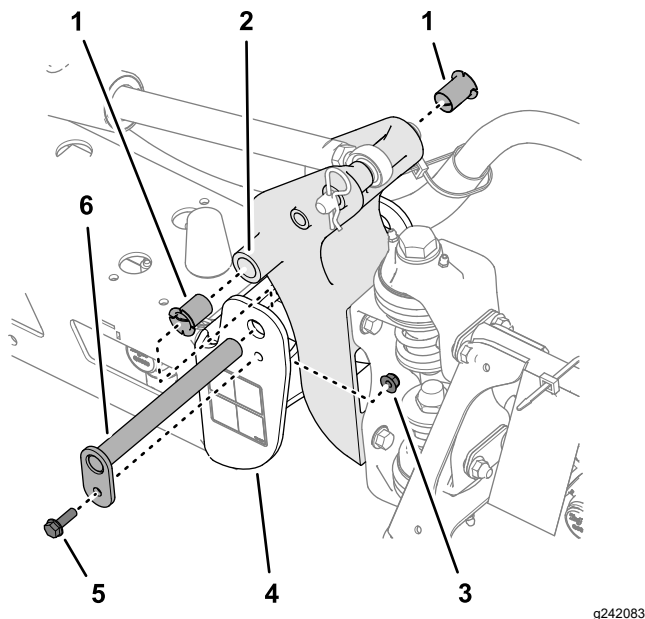

Figure 111
- Retirez le boulon et l'écrou qui fixent l'axe de pivot puis déposez l'axe (Figure 111).
5. Déposez et examinez les bagues en nylon à l'avant et à l'arrière du support de pivot (Figure 111).
- Lubrifiez les bagues en nylon avec un peu d'huile et posez-les dans le support de pivot (Figure 111).
- Alignez les trous du support de pivot et les trous du profilé d'extrémité (Figure 111).